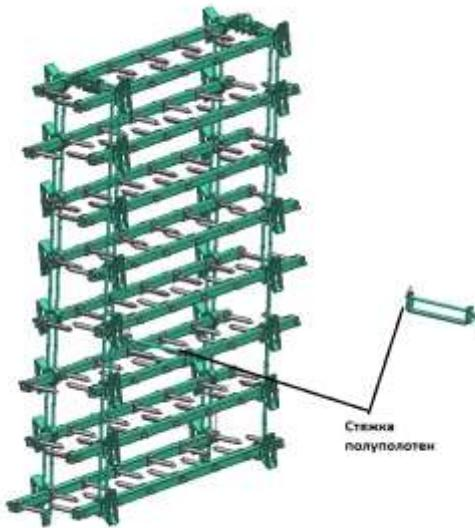

Рисунок 9 – Установка стяжек на полотна бороны в транспортном положении
- зафиксировать полуполотна на крыльях и центральной секции стяжками захватив ими растяжки крыльев и открылоков (рис. 9).